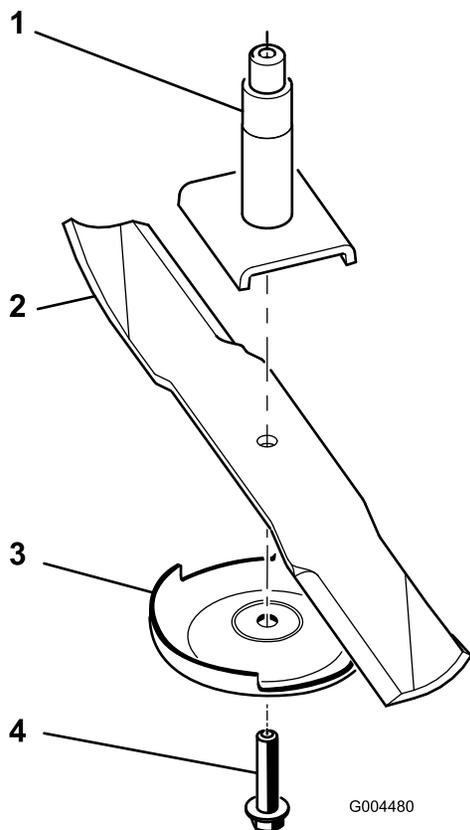

Figura 77
**Nota:** Se a lâmina ficar na horizontal é porque está equilibrada e pode ser utilizada. Se a lâmina não estiver equilibrada, lime algum metal da extremidade da aba apenas (Figura 77). Repita este procedimento até a lâmina estar equilibrada.
1. Instale lâmina no eixo (Figura 77).
2. Instale a placa antidanos e o parafuso da lâmina (Figura 77).